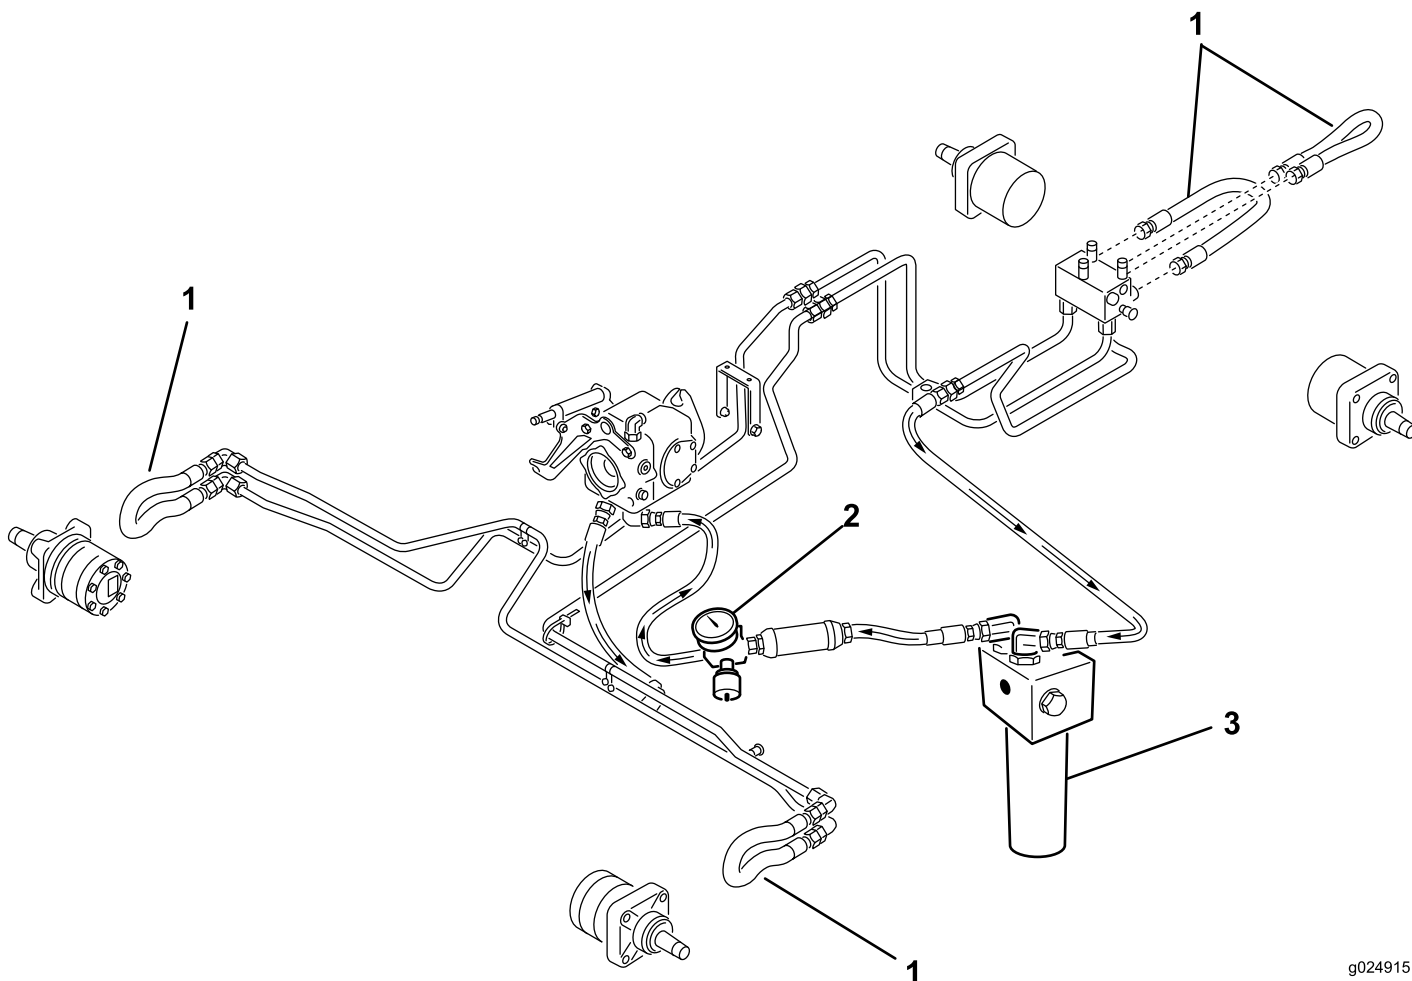

Figura 4
adicionales en el colector trasero, según se muestra en la Figura 4.
3. Después de instalar los desvíos, instale un filtro de alta presión y un caudalímetro capaz de medir 114 l/min en la línea de retorno del circuito de tracción, según se muestra en la Figura 3 y la Figura 4.